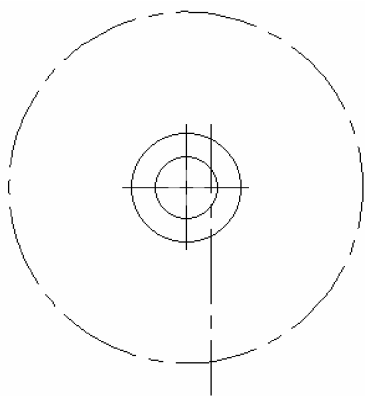

图 2-63 确定 R18mm 的圆心
2) 确定 R18mm 的圆心。改变线型为点画线，以 $\phi 26\text{mm}$ 的圆心为圆心、72mm 为半径画圆；单击平行线按钮，在弹出的立即菜单中选择【偏移方式】和【单向】选项，拾取垂直中心线，向右拖动光标，输入“10”后按键；单击拉伸图标，将此曲线向下拉伸，并与 R72mm 的圆交于一点，操作结果如图 2-63 所示。